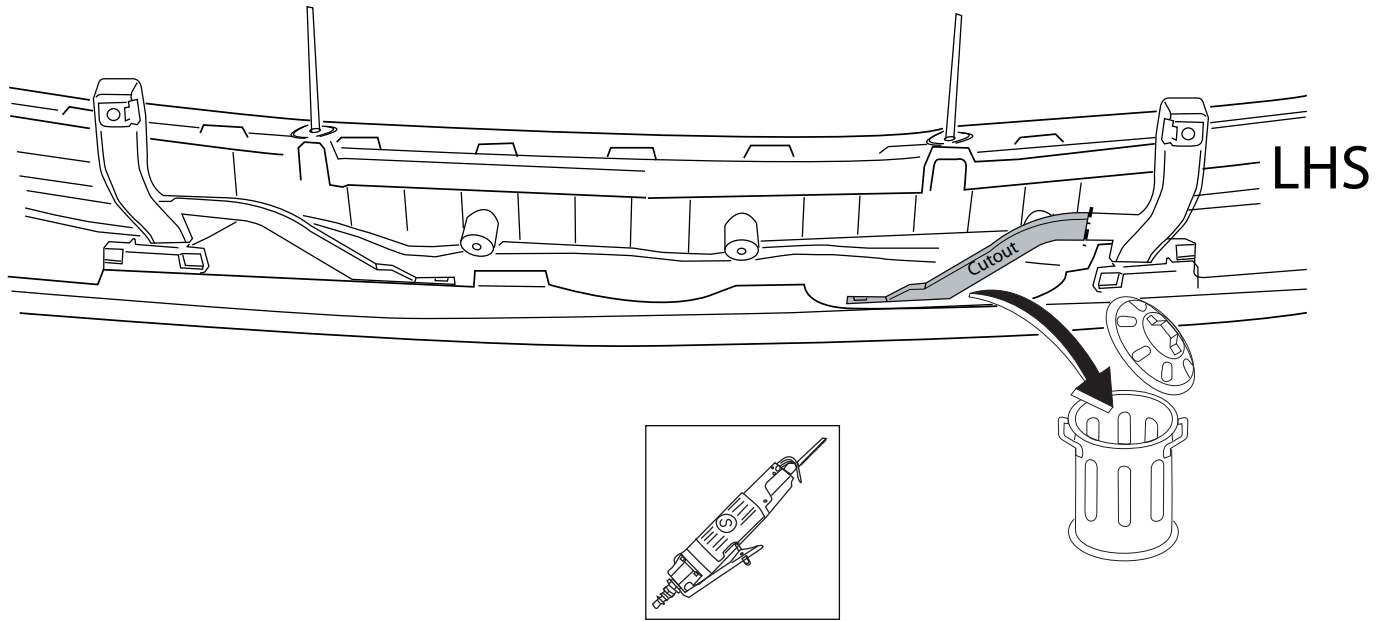

Fig.3
9. Выпилить обозначенную часть, как указано на рис. 3. (**facelift het выреза**).